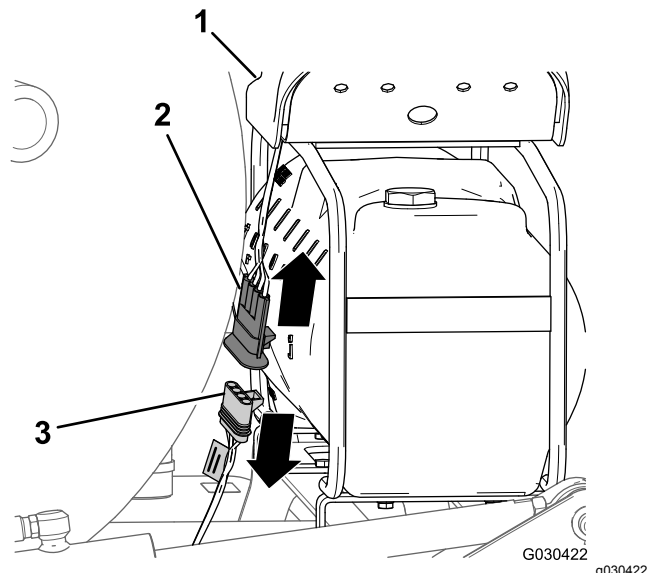

Figura 4
1. Nella parte posteriore del serbatoio del tracciafile schiumogeno, individuate il cablaggio preassemblato nel compressore (Figura 4).
2. Scollegate il connettore a 4 pin del cablaggio del compressore dal connettore a 4 prese del cablaggio preassemblato posteriore della macchina (Figura 4).